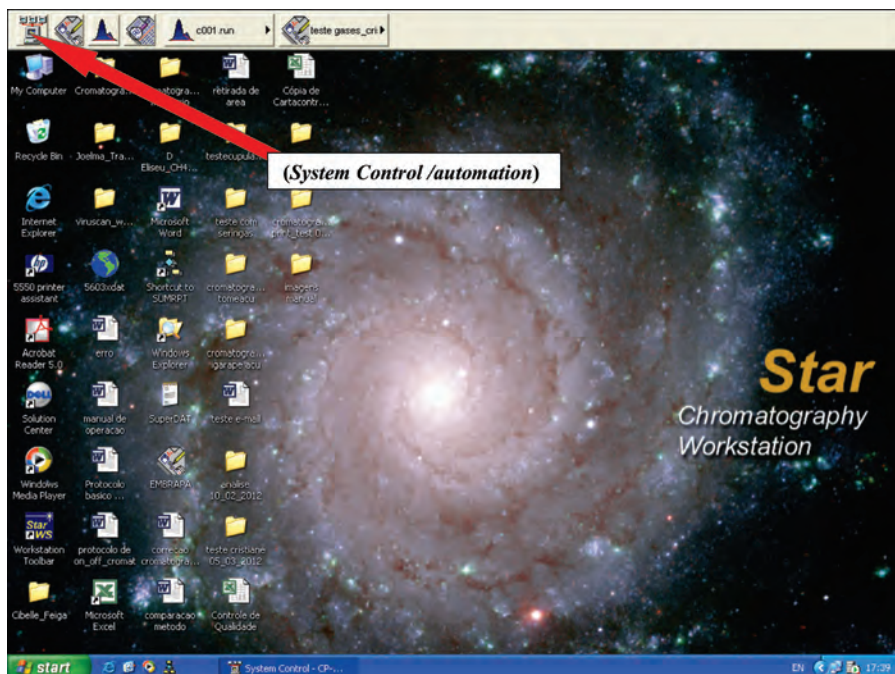

Figura 9. Tela de automação do software *Star Chromatography Workstation* no computador.
- **Abrir** na tela do computador a janela (view) de controle do sistema (**System Control – CP**) de automação **Star Chromatography Workstation** para iniciar a conexão do computador com o módulo do cromatógrafo GC (Figura 9).